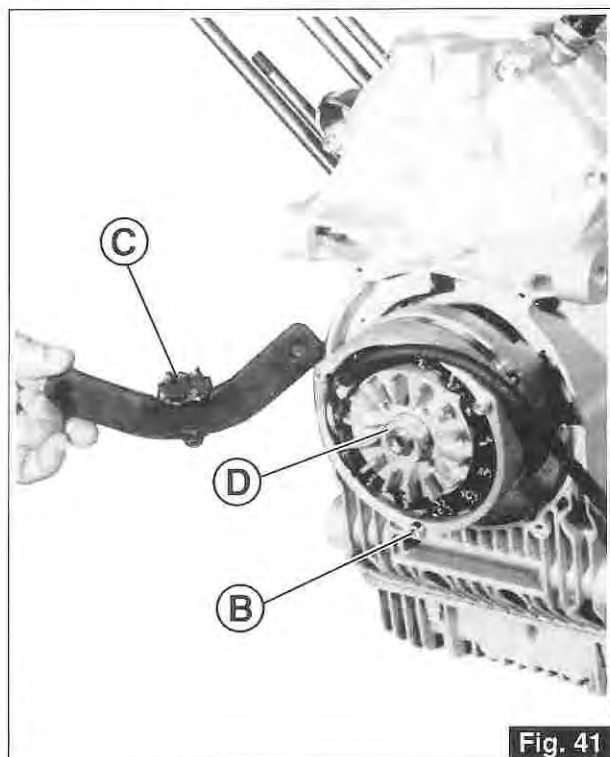

Fig. 41
- Svitare le 3 viti «B» di tenuta dello statore del generatore e togliere lo stesso. Applicare sul volano motore l'apposito attrezzo di bloccaggio «C» (cod. 12 91 18 01) e svitare il dado centrale «D» di tenuta del rotore (Fig. 41).
- Loosen the 3 screws «B» that secure stator to generator and remove the stator. Fit the suitable tool «C» (part no. 1291 1801) to the engine flywheel and loosen the central nut «D» that hold rotor in place (Fig. 41).